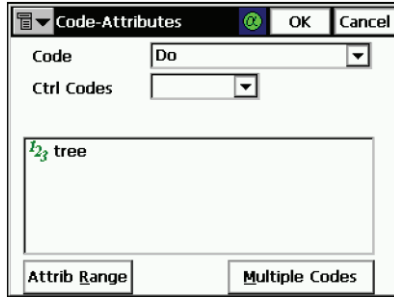

Figura 3-13. Pantalla Code-Attributes
- : el icono *Attributes List* abre la pantalla *Code-Attributes* para asignar valores a los atributos del código elegido (Figura 3-13 en la página 3-10).